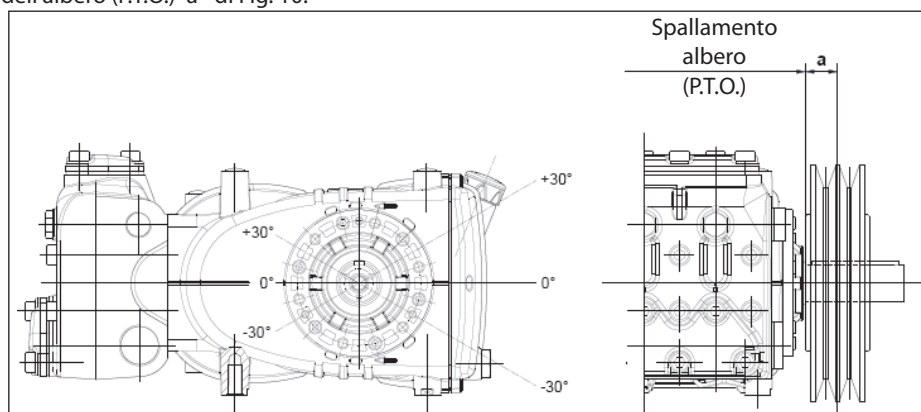

Fig. 10
Il carico radiale sull'albero non deve essere superiore a 3000 N (valore necessario per la definizione del Lay-out). La trasmissione è considerata adeguata se tale carico è applicato ad una distanza massima **a=30 mm** dallo spallamento dell'albero (P.T.O) come indicato in Fig. 10.
- b) Utilizzare cinghie ad alto rendimento - per esempio **XPB** invece di **SPB** - in quanto risulterà necessaria una quantità inferiore di cinghie a parità di potenza trasmessa ed una conseguente distanza inferiore della risultante rispetto allo spallamento dell'albero (P.T.O.) "a" di Fig. 10.
- e) Seguire la direzione del tiro cinghia come indicato in Fig. 10 per esigenze diverse contattare l'**Ufficio Tecnico** o **Servizio Assistenza Clienti**.